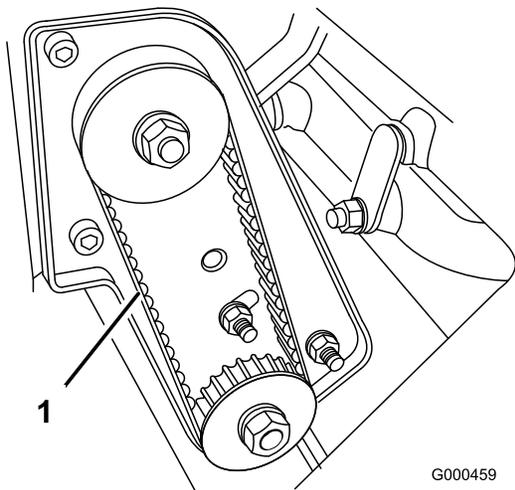

図 42
2. プーリ間の中央でベルト（図 42）を指で押して点検する。押す力は 1.8 ± 0.5 kg程度。4.8~7.9 mm 程度のたわみが出るのが適正である。たわみの量が適正でない場合は以下の手順へ進む。